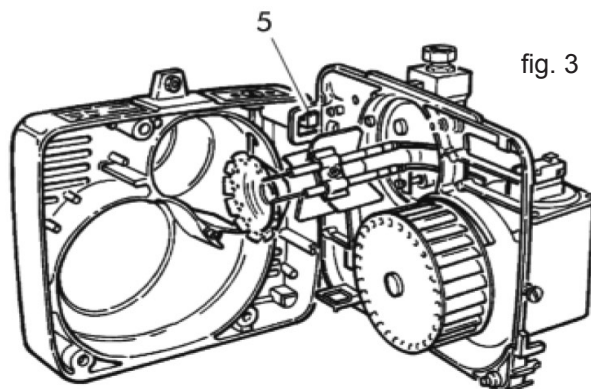

fig. 3
- Enclencher la plaque porte-éléments dans sa position de service 5 et procéder à l'entretien de la tête de combustion (fig.3).